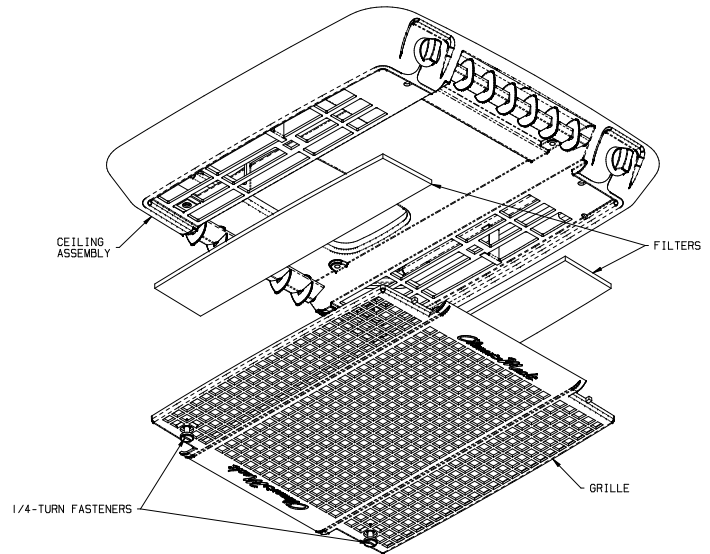

FIGURE 2
1. Disengage the two 1/4-turn fasteners that secure the the ceiling assembly grille to the ceiling assembly (See Figure 2).
3. Take the filters out and either clean or exchange with other filters (See Figure 2).
1. Dégagez d'un quart de tour les deux attaches qui retiennent la grille du plafond à l'assemblage du plafond (voir la figure 2 à la page 5).
3. Sortir les filtres et nettoyer ou échanger avec d'autres filtres (voir la figure 2 à la page 5).